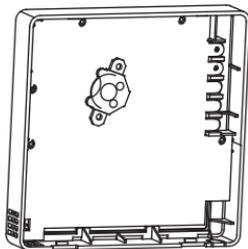

Fig. 6 – Installation des piles
- a. Placez la batterie sur le site d'installation et assurez-vous que le côté positif de la batterie correspond au côté positif du site d'installation (voir fig. 6).